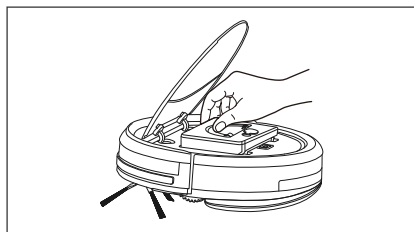

Figura 3
4. Abra el del robot y ponga el tanque de agua en el cuerpo, el agujero del tanque de agua tiene que estar alienado con el agujero de escape del cuerpo del robot (Figura 3).